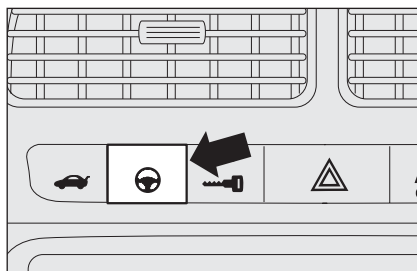

рис. 114
- надписи **CITY** на кнопке после ее нажатия **рис. 114**.